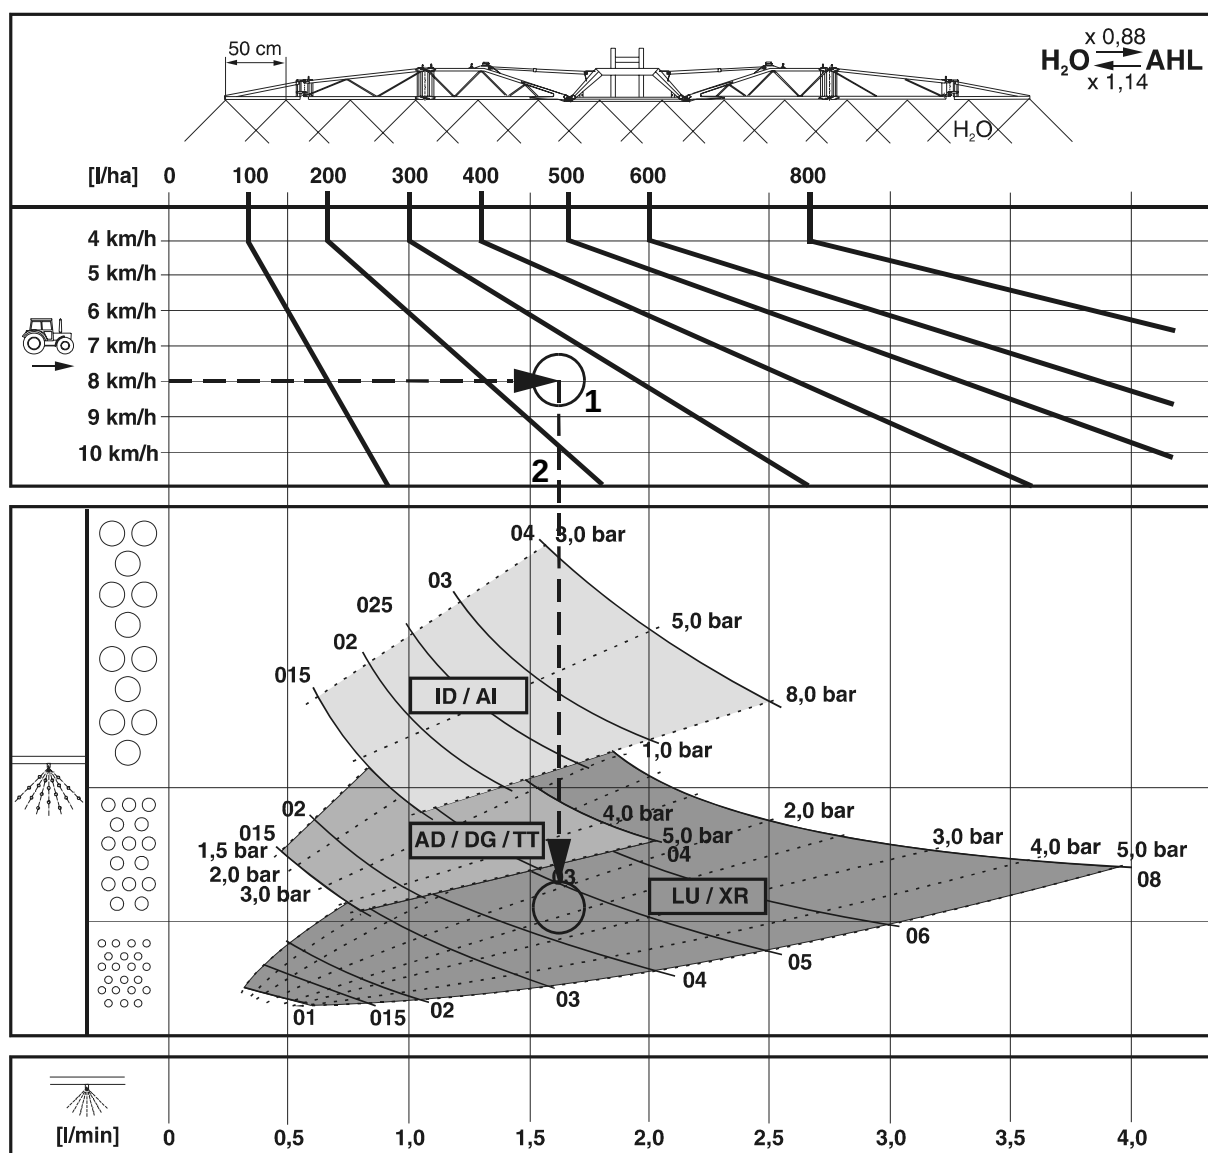

Fig. 232
- Le Fig. 232 sert à sélectionner le type de buse approprié. Le type de buse est déterminé par
- Déterminez le point de service (Fig. 232/1) pour le débit requis (**250 l/ha**) et la vitesse d'avancement prévue (**8 km/h**).
- Tracez une ligne verticale (Fig. 232/2) vers le bas sur le point de service (Fig. 232/1). En fonction de la position du point de service, cette ligne passe par les diagrammes caractéristiques de différents types de buses.